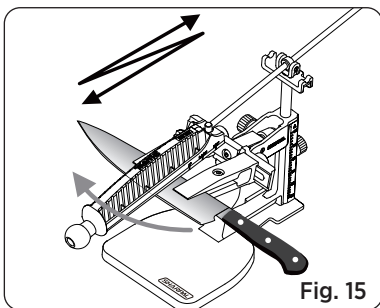

Fig. 15
2. Oefen lichte druk uit met lange, gelijkmatige bewegingen, beginnend bij de hiel van het lemmet. Beweeg de schuurplaat heen en weer langs het snijvlak richting de punt. Stop bij de punt van het lemmet. (Zie Fig. 15)